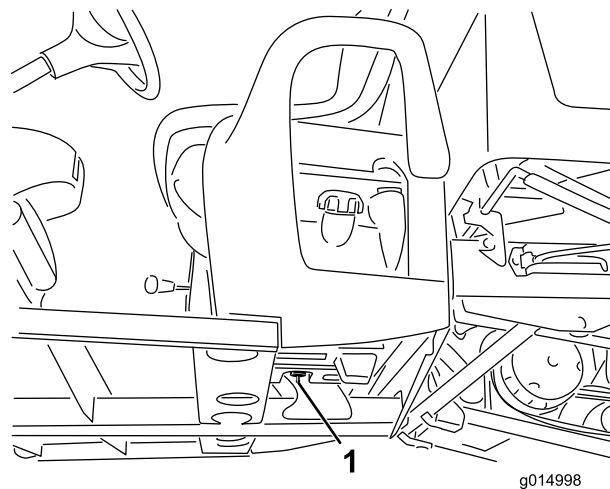

図 25
4. カーボンキャニスタのエアフィルタの開口部を点検し、汚れていないこと、ごみや異物が入っていないことを確認する (図 25)。